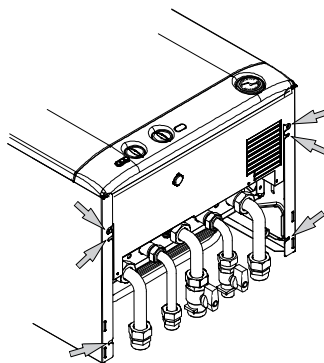

Figura 5.17
- Svitare le viti indicate in Figura 5.17.